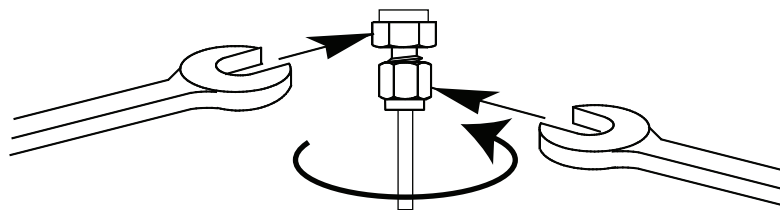

Figura 19. Aperto final
- 7 Para conexões Swagelok de 1/8 pol., use um par de chaves para apertar a conexão em 3/4 de volta. Consulte a Figura 19.